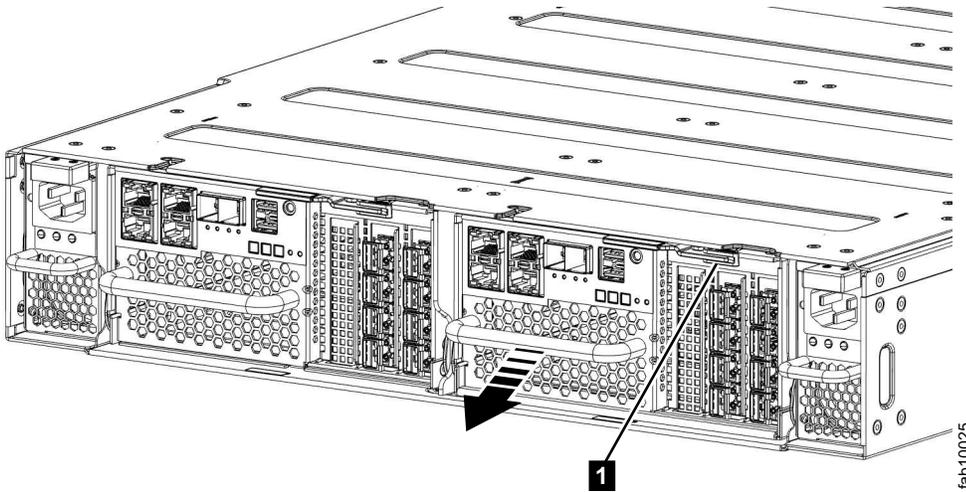

図 17. ノード・キャニスターの取り外し
6. キャニスター上で、リリース・レバーのラッチを外し、レバーを引いて開きます(図 17 を参照)。キャニスターが、スロットから約 0.6 cm 引き出されます。システムの他のコンポーネントに接続されたケーブルを、不注意で妨害したり取り外したりしないように注意してください。